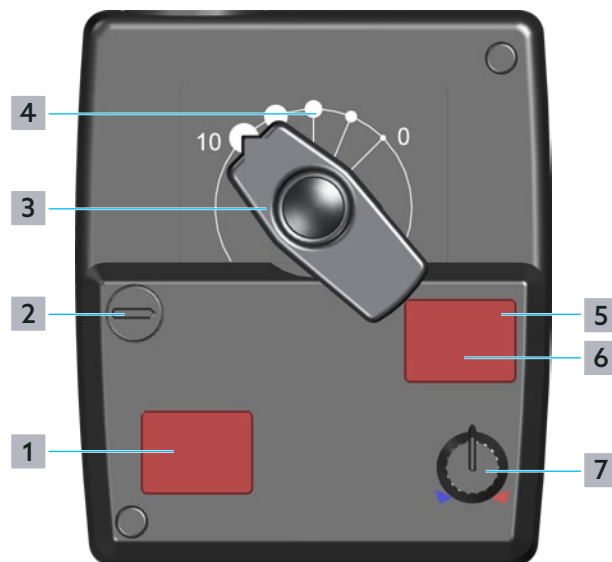

Abb. 4: Bedienelemente Stellmotor
Unter der Abdeckung DIP-Schalter (siehe Position **6** in Abb. 4 auf Seite 8) befinden sich vier DIP- Schalter für weitere Einstellungen. Die Abdeckung können Sie mit einem kleinen Schraubendreher entfernen.
- 1 Schalten Sie das Gerät mit dem Drehknopf (Position 2 in Abb. 4 auf Seite 8) in den manuellen Betriebsmodus.
- 2 Wählen Sie mit dem Drehgriff (Position 3 in Abb. 4 auf Seite 8) die gewünschte Position.
Die Standardeinstellung des Stellmotors ist der Automatikbetrieb. Die Position des Drehgriffs (Position 3 in Abb. 4 auf Seite 8) zeigt die aktuelle Position des Stellmotors an.
Wenn Sie den Drehgriff (Position 3 in Abb. 4 auf Seite 8) im Automatikbetrieb manuell verstellen, kann die Mechanik des Stellantriebs beschädigt werden.